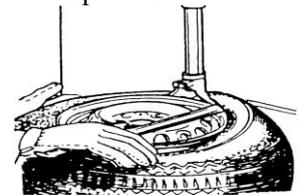

Fig 6
- 3) Insérez le levier de levage entre le talon du pneu et la partie avant de la tête de montage, et déplacez le pneu au-dessus de la tête de montage comme indiqué sur la figure 6.
Le levier de levage étant maintenu dans la position illustrée par la figure 6, faites tourner le plateau tournant dans le sens des aiguilles d'une montre en appuyant à fond sur la pédale de marche arrière. Continuez jusqu'à ce que le pneu soit complètement séparé de la jante.
Note : Le pneu peut glisser facilement de la tête de montage en raison de sa dureté. Pour éviter cela, avec le levier de levage maintenu dans la position indiquée sur la figure 6, tournez le plateau tournant d'environ 1-2 cm dans le sens inverse des aiguilles d'une montre avant de le tourner dans le sens des aiguilles d'une montre.